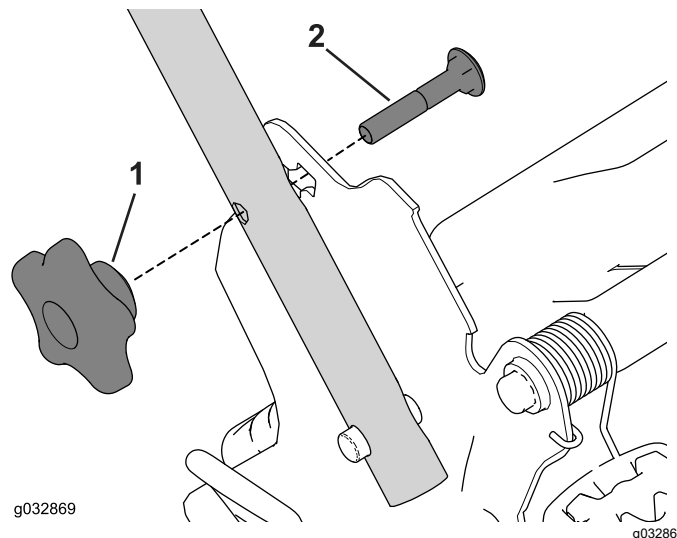

Figura 20
1. Retire y guarde los 2 pernos de cuello cuadrado y los 2 pomos de los soportes del manillar (Figura 20).